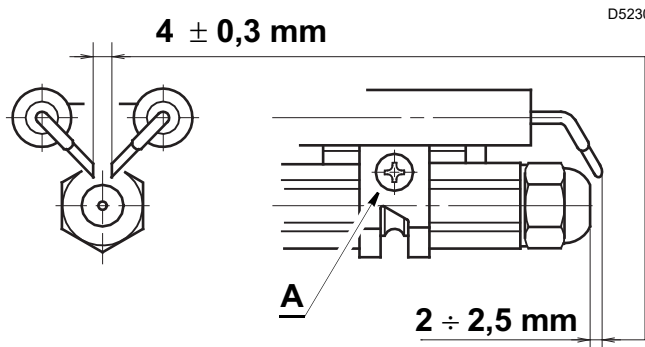

Fig. 20
Les mesures sur la Fig. 20 doivent être respectées.
- Enlever de la ligne porte gicleur 4) le groupe électrodes 5) après avoir desserré la vis (A, Fig. 20 à la page 24).